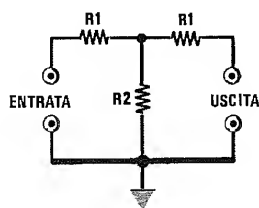

Fig. 2 ATTENUATORE a T
**Esempio** = Vogliamo realizzare un attenuatore a T da 10 dB (vedi fig.2) su un'impedenza Z di 75 ohm per uso TV.
Nella fig.2 preleveremo le due formule necessarie per ricavare il valore delle resistenze R1 e R2, cioè :